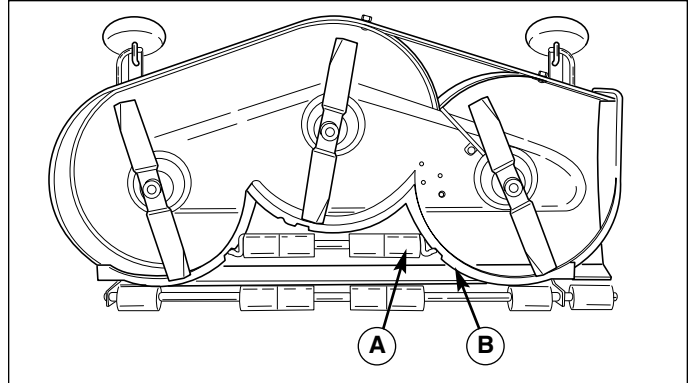

Figure 34. Rouleaux anti scalpage
Les rouleaux anti scalpage (A, figure 34) peuvent être réglés pour différentes hauteurs de coupe en changeant la position de leur support sur le déflecteur (B) de la tondeuse.